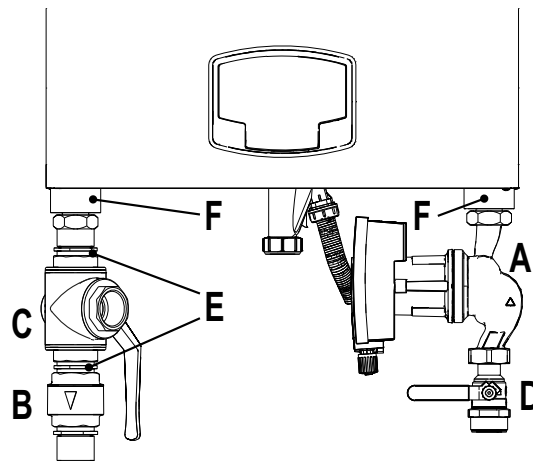

рис. 34- Котел с установленными комплектами
арт. 042070X0 - КОМПЛЕКТ ВЫСОКОПРОИЗВОДИТЕЛЬНОГО ЦИРКУЛЯЦИОННОГО НАСОСА - 7 м (А - рис. 34)
арт. 042071X0 - КОМПЛЕКТ ВЫСОКОПРОИЗВОДИТЕЛЬНОГО ЦИРКУЛЯЦИОННОГО НАСОСА - 10 м (А - рис. 34)
- 1 НЕВОЗВРАТНЫЙ КЛАПАН - Гнездовое 1"1/2 (В - рис. 34)
- 2 3-ХОДОВОЙ ВЕНТИЛЬ - Гнездовое 1"1/2 (С - рис. 34)
- 3 ВЕНТИЛЬ Штыревое/гнездовое 1"1/2 (D - рис. 34)
- 4 СОЕДИНИТЕЛЬНЫЙ ПАТРУБОК 1"1/2 (E - рис. 34)
- 5 Соединительные трубы подачи и возврата 1"1/2 (F - рис. 34)